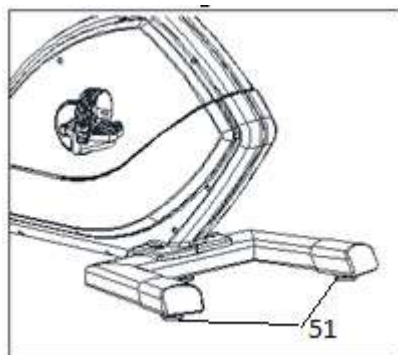

Fig.10
La unidad esta equipada con ruedas (38) lo que la hace más sencillo su movimiento. Las dos ruedas que se encuentran en la parte delantera de su unidad, le facilitaran la maniobra de colocar su unidad en el emplazamiento escogido, como muestra la Fig.10.